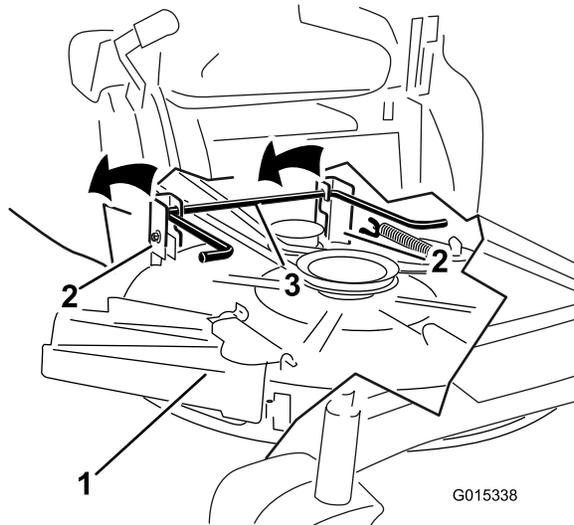

Figura 55
- Eleve la carcasa del cortacésped y desenganche la varilla de elevación trasera de las pletinas de suspensión, y baje el cortacésped con cuidado al suelo (Figura 55).
5. Eleve la parte trasera de la carcasa del cortacésped y coloque los soportes sobre la varilla de elevación trasera (Figura 55).